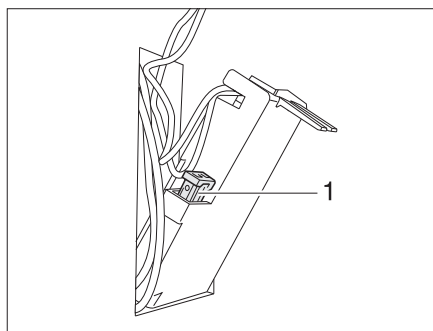

Fig. 97 Fusibile della toilette Thetford
- Sostituire il fusibile (Fig. 97,1).